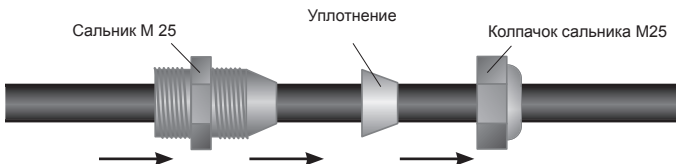

Рисунок 1
5.1.1. Надеть на нагревательный кабель последовательно колпачок сальника M25 (в состав комплекта не входит), уплотнение GSMT(Z)25 и сальник M25 (в состав комплекта не входит) (см. рис. 1).